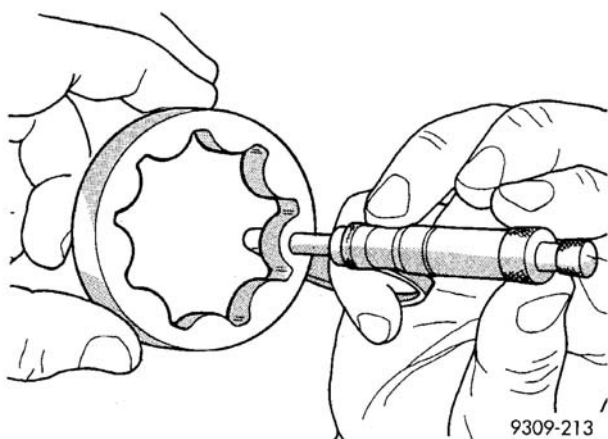

图 98 测量外转子的厚度
- (3) 测量外转子的厚度与直径。若外转子厚度测量为 9.40mm(0.370in.)或以下（图 98），或直径为 79.95mm(3.148in.)或以下，则更换外转子。